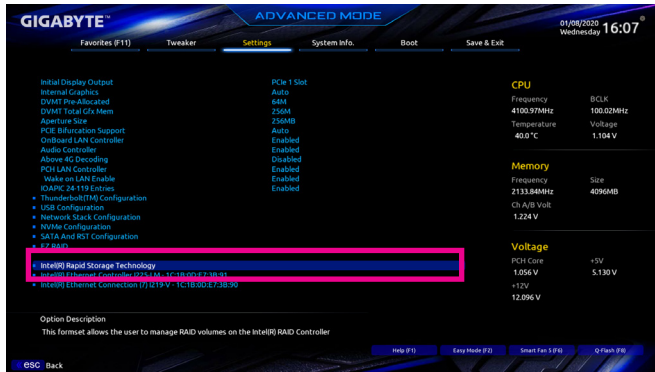

图7
重开机后, 请进入BIOS程序设置画面, 再进入「Settings\IO Ports\Intel(R) Rapid Storage Technology」子选单(图7)。